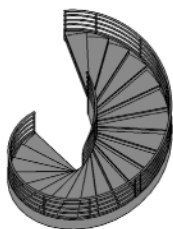

图 12-17 逆时针旋转楼梯
(5) 单击“模式”面板中的“完成编辑模式”按钮, 将视图切换到三维视图, 结果如图 12-17 所示。